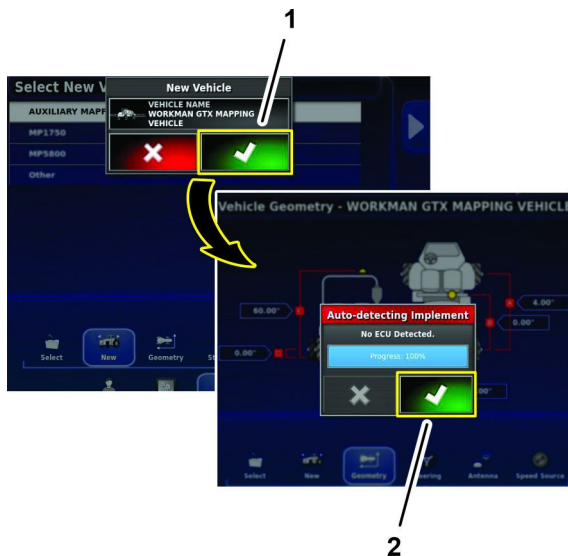

Figure 187
7. Dans la boîte de dialogue Nouveau véhicule, appuyez sur l'icône de confirmation (Figure 187).
8. Dans la boîte de dialogue Autodétection d'accessoire (Figure 187), appuyez sur l'icône de confirmation.